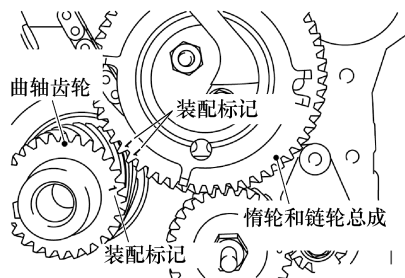

图 4-12 对齐惰轮装配标记
2) 检查确认惰轮和链轮总成上的装配标记与曲轴齿轮上的装配标记对齐, 如图 4-12 所示。